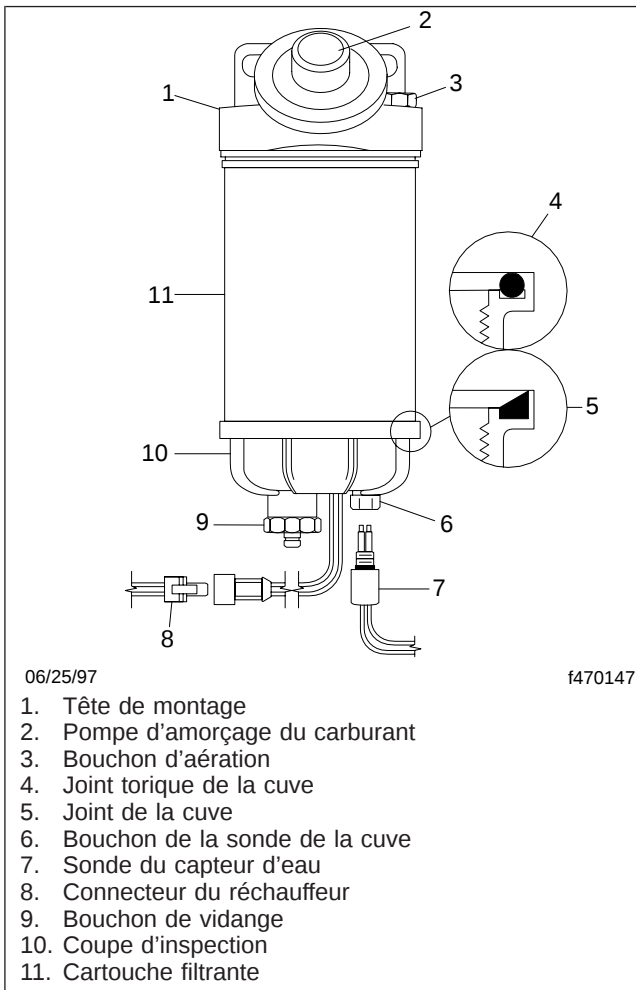

Fig. 1, Séparateur carburant/eau Alliance
- 8.1 Desserrez le bouchon d'aération. Actionnez ensuite la pompe d'amorçage jusqu'à ce que le carburant sorte du bouchon d'aération. Voir la figure 1.